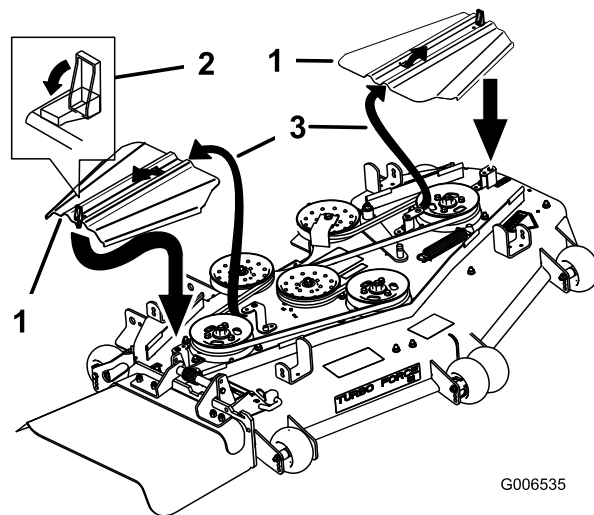

Figure 76
12. Posez les couvercles en les insérant dans la languette, vissez les boulons en place et fermez les fixations (Figure 76).